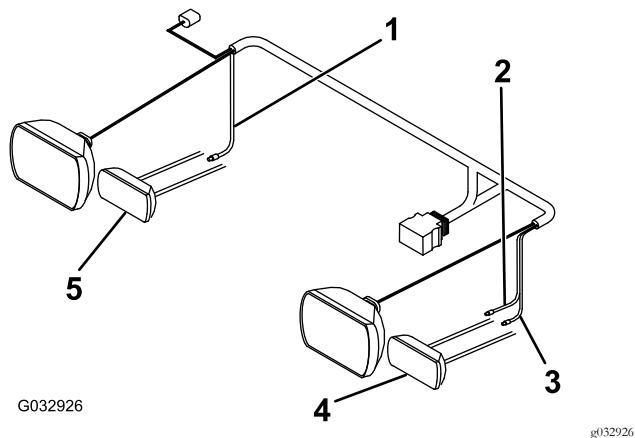

Figura 15
5. Conecte el cable rosa del arnés de cables largos al cable de la señal de giro hacia la derecha con un conector de empalme (Figura 15).
6. Conecte el cable violeta del arnés de cables largos al cable de la señal de giro hacia la izquierda con un conector de empalme (Figura 15).
7. Conecte el cable amarillo del arnés de cables largos al cable del faro de estacionamiento izquierdo con un conector de empalme (Figura 15).